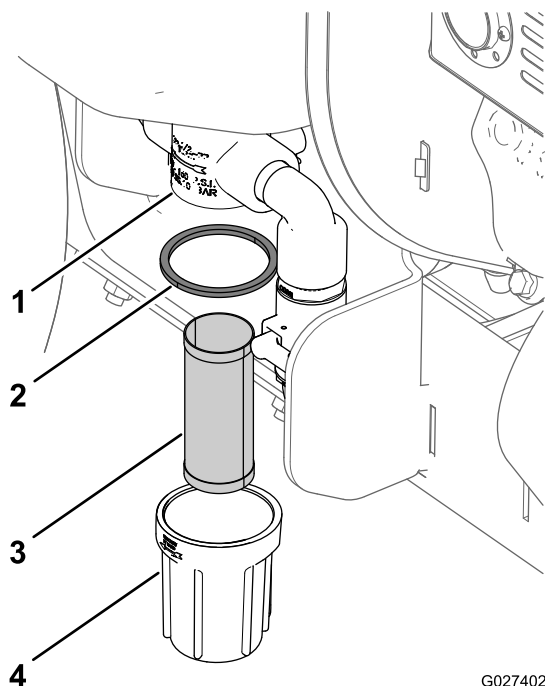

図 65
4. ストレーナのボウルを左に回してボウルとスクリーンをボディから外す 図 65。
7. スプレーノズルのボディにスクリーンを取り付ける 図 65。
8. スプレーノズルのボディにガasketとボウルを取り付けてボウルを手締めする 図 65。